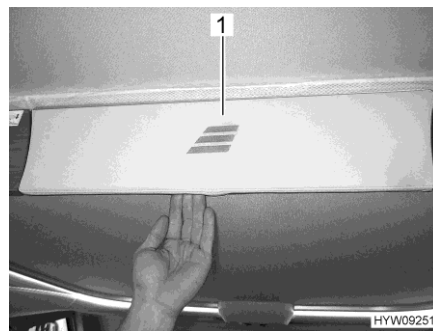

Fig. 106 Panel (cama elevada)
- Tirar del panel (Fig. 106,1) para desbloquear la cama elevada.